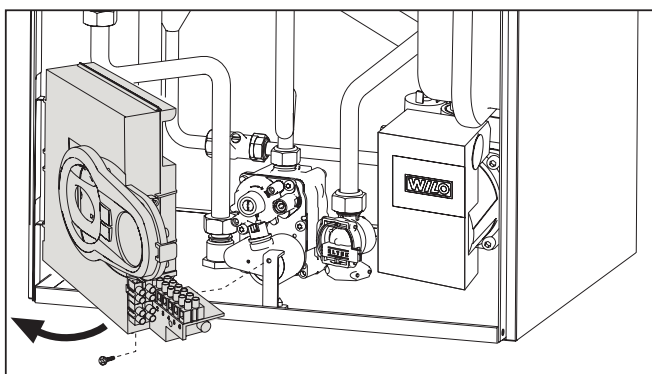

fig. 21
- Dévisser la vis et tourner le tableau de commandes (voir fig. 21).